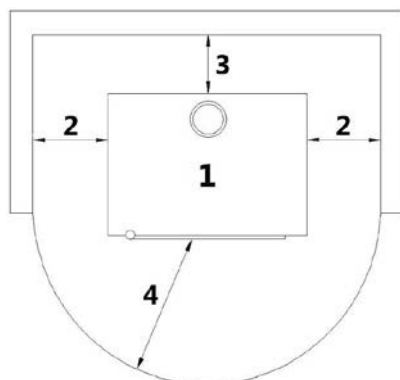

Fig. 16 - Instalacja ogólna
OPIS	Fig. 16
- Należy kategorięcznie zainstalować piec tak, aby był oddalony od możliwych ścian i/lub mebli, z minimalnym przepływem powietrza 240 mm po bokach, 190 mm z tyłu, aby umożliwić skuteczne chłodzenie urządzenia i dobry rozkład ciepła w otoczeniu (patrz **Fig. 16**).
- Według zasad bezpieczeństwa pożarowego należy przestrzegać odległości od przedmiotów palnych lub wrażliwych na ciepło (tapczany, meble, drewniane obicia itd.) jak na **Fig. 16**.
- Jeśli ściany wykonane są z materiału palnego, sprawdzić odległości bezpieczeństwa (patrz **Fig. 16**).